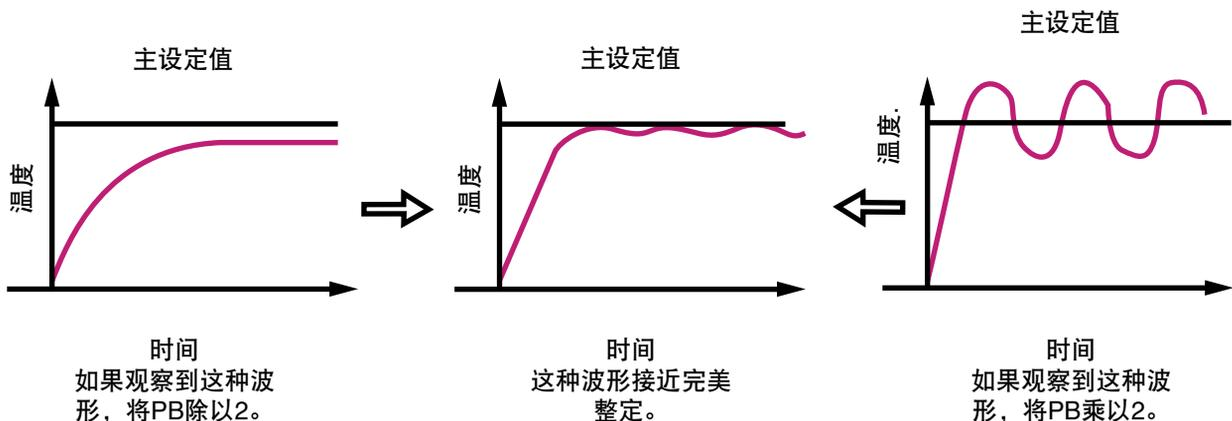

图1：温度振荡
- 如果温度没有规则的振荡，将PB除以2（见图1）。让过程稳定下来，然后再检查是否有温度振荡。如果仍无振荡，再将PB除以2。重复此操作，直到得到循环或振荡。转至第5步。